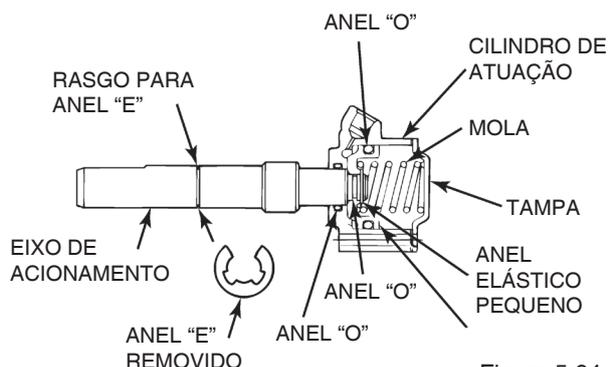

Figura 5.64
1. Lubrifique todas as peças com óleo lubrificante do eixo. Figura 5.64.